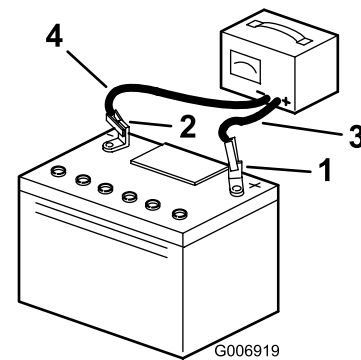

Bild 29
5. Schließen Sie die Kabel des Ladegeräts von den Batteriepolen ab (Bild 29).